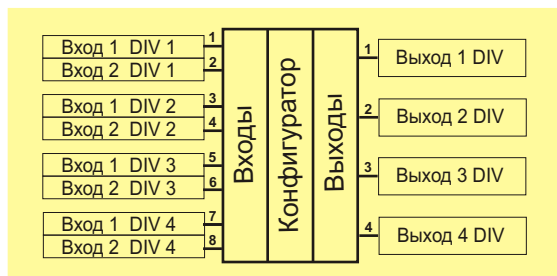

Рис. 47. Схематическое изображение блока "Деление"
9.2.11 Блок **Деление** имеет 8 входов и 4 выхода и является 4-х элементным, то есть содержит 4 независимых элемента, каждый из которых состоит из 2-ух входов и 1-го выхода (Рис. 47, 48). Таким образом, в схеме функция Деление может быть использована до 32 раз (8 блоков по 4 элемента).